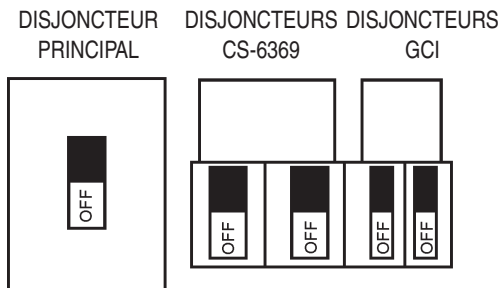

Figure 24. Disjoncteurs principal, auxiliaire et GFCI (OFF)
1. Placez les disjoncteurs **GFCI, principal ou auxiliaire** (Figure 24) en position **OFF** avant de démarrer le moteur.